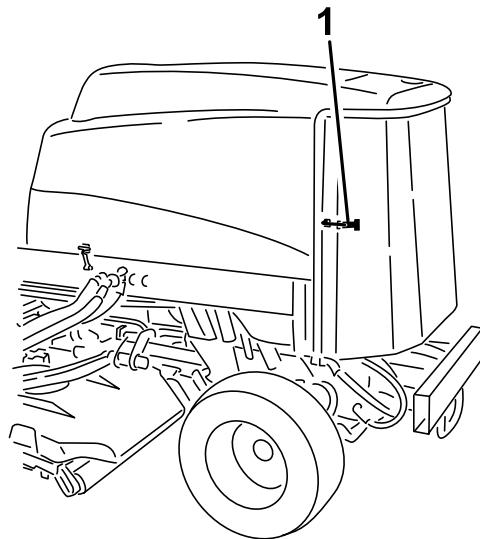

Figure 64
1. Déverrouillez et ouvrez la grille arrière (Figure 64).